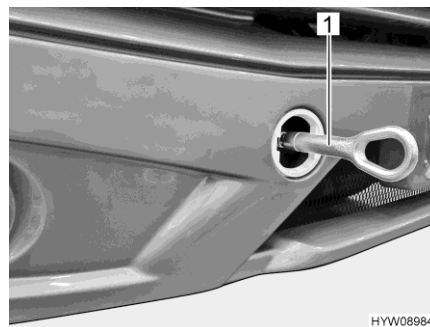

Bild 29 Abschleppöse (montiert)
- Abschleppöse (Bild 29,1) gemäß den Anweisungen in der Betriebsanleitung des Basisfahrzeugs montieren.